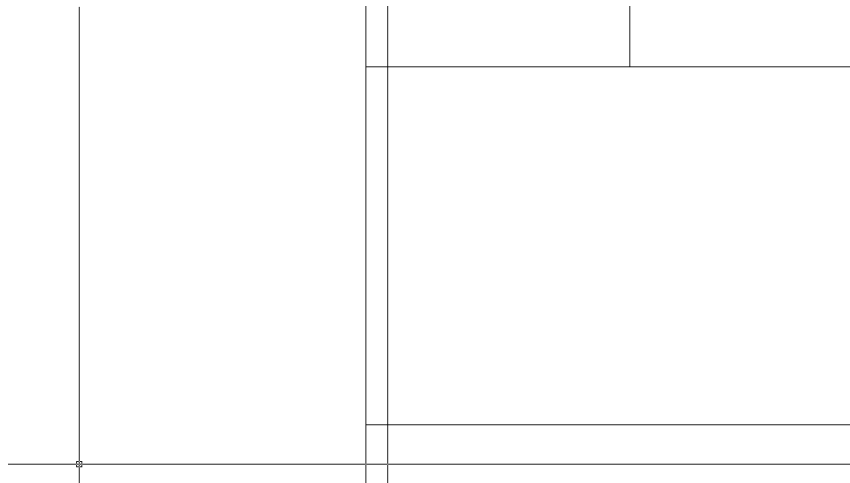

Рис. 4.19 ▼ Область пересечения линий контуров после изменения масштаба
3. Как только вы щелкните мышью, работа команды **Показать** (ZOOM) завершится, а всю область черчения займет изображение пересечения контуров малой тумбы и левой стенки (рис. 4.19). Прямоугольная рамка, с помощью которой вы определили интересующую вас область и называется *рамкой масштабирования*. После задания размеров рамки AutoCAD